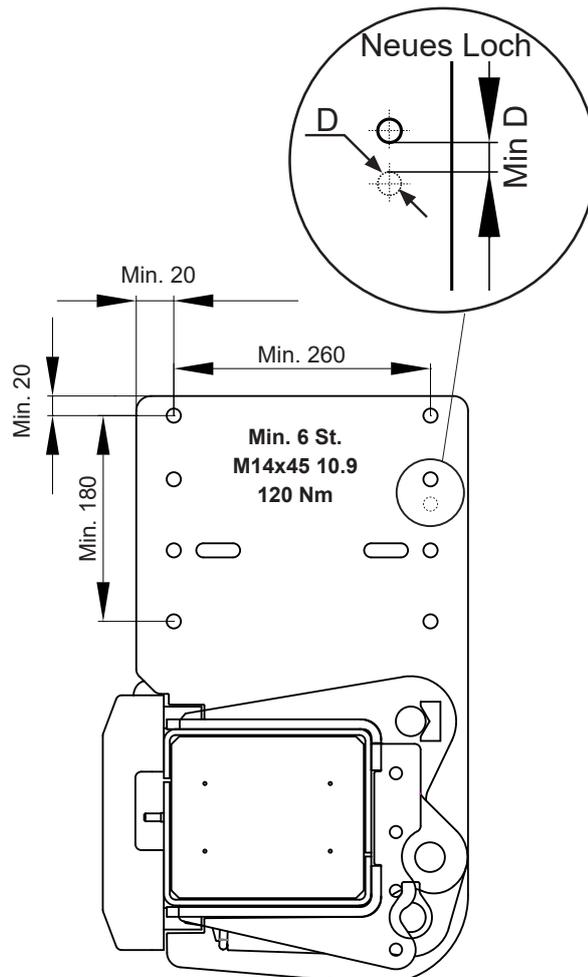

Abb. 35. Montieren Sie die Rahmenbefestigung mit mindestens 6 Schrauben M14x45 10.9
16. Schrauben Sie die Befestigungen an der Außenseite des Fahrzeugrahmens an. Montieren Sie mindestens 6 Schrauben in die vorgebohrten Löcher. Verwenden Sie die passenden Schrauben (Festigkeit entsprechend M14 10.9 oder höher) und montieren Sie die dazugehörige Unterlegscheibe und Mutter an die Innenseite des Fahrzeugrahmens. Montieren Sie die Schrauben, ohne diese anzuziehen. Siehe Abb. 35.
19. Bohren Sie Löcher in den Fahrzeugrahmen für Befestigungsschrauben in jedes der zwei oberen runden Löcher der Befestigung. Verwenden Sie die passenden Schrauben (Festigkeit entsprechend M14 10.9 oder höher) und montieren Sie die dazugehörige Unterlegscheibe und Mutter an die Innenseite des Fahrzeugrahmens. Siehe Abb. 35. Ziehen Sie die Schrauben mit einem Drehmomentschlüssel an. **Anzugsmoment: Standard für gewählte Schraube.**